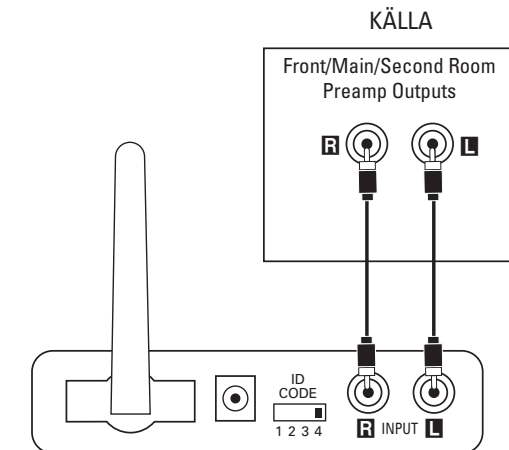

Bild 4.
Steg 1. Koppla anslutningskabeln (medföljer) till de vänstra och högra förstegsutgångarna för främre/huvud eller till zon 2-utgångar eller till REC-utgångar och till ingångarna på sändarmodulen (14), se bild 4.